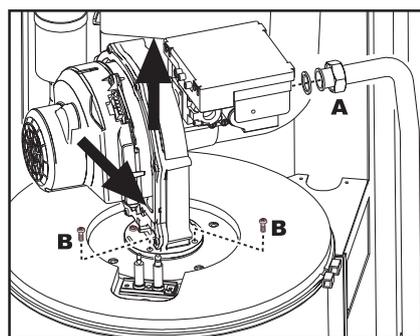
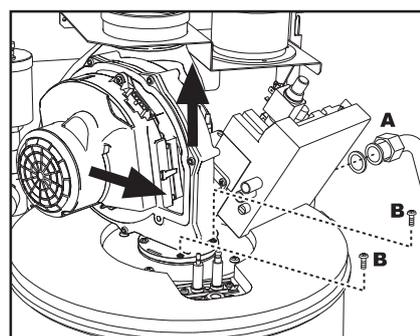

рис. 54 - Модель ENERGY TOP B 80 - 160
рис. 55 - Модель ENERGY TOP B 125 - 250
4. Развинтите хомут "А" крепления газового вентиля(рис. 54 и рис. 55).
5. Открутите два винта "В" и демонтируйте блок вентилятора, как указано на рис. 54 для модели **ENERGY TOP B 80 - 160** и на рис. 55 для модели **ENERGY TOP B 125 - 250**.